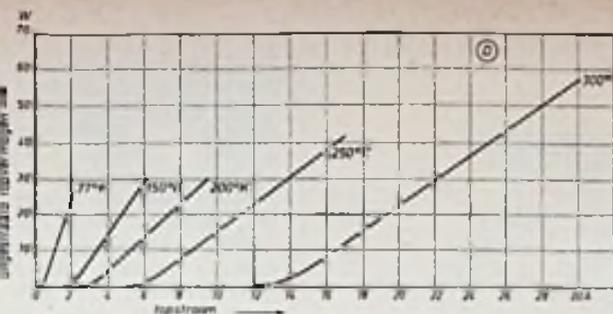

Fig. 4D
- de toelaatbare topstroomwaarde, evenals het IR-stralingsvermogen nemen toe met de temperatuur (fig. 4D).